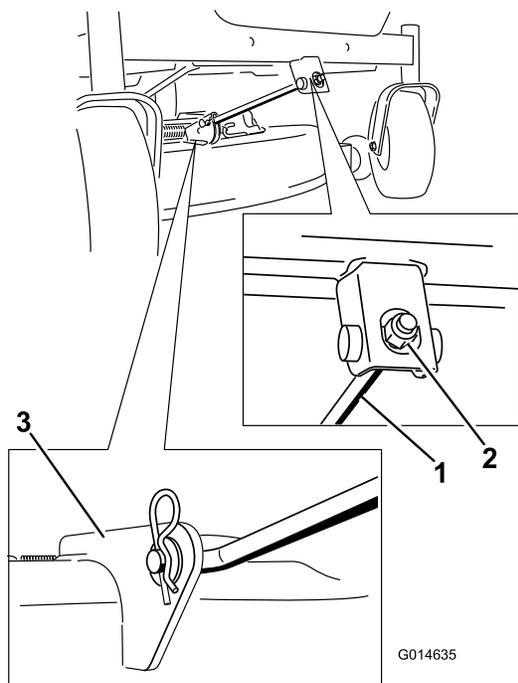

Figura 70
5. Rimuovete la coppia dall'asta di supporto frontale e rimuovete l'asta dalla staffa del piatto di taglio (Figura 70).
6. Montate l'asta di sostegno anteriore sul piatto di taglio con il perno con testa e la coppia a forcina (Figura 70).